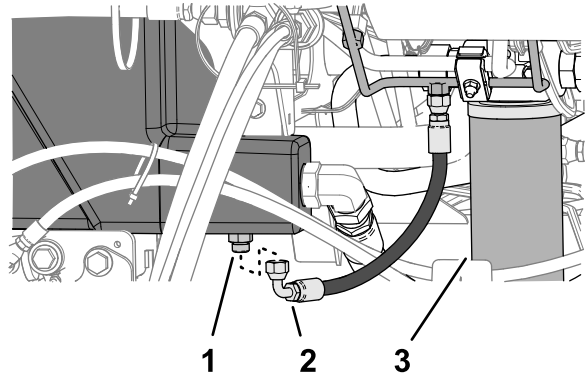

Figure 105
2. Placez un grand bac de vidange sous le raccord droit (Figure 105) du réservoir hydraulique.